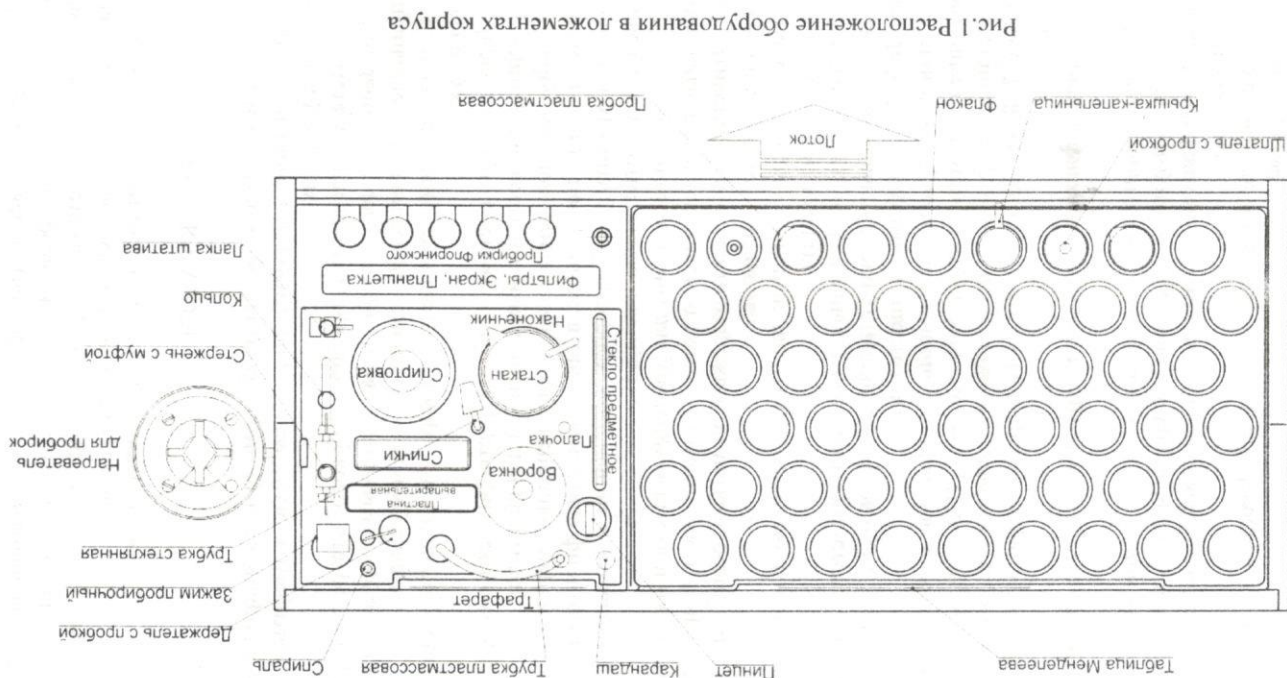

Рис. 1 Расположение оборудования в ложементах корпуса
5.3. Заполните согласно рис. 1. лабораторным оборудованием, посудой и принадлежностями все ложементы основания-укладки.